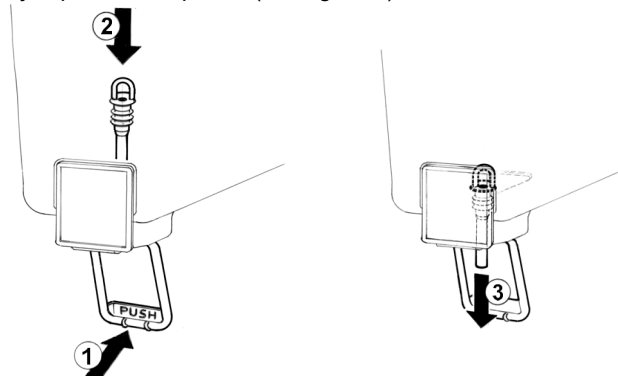

figure 4
- 2 **Robinet avec tube en caoutchouc:** Pousser (1) le levier de débit robinet et enfiler (2) le tuyau du robinet dans son siège sur le fond du réservoir. Tirer (3) doucement le tuyau vers le bas jusqu'à le bien placer (voir figure 4).